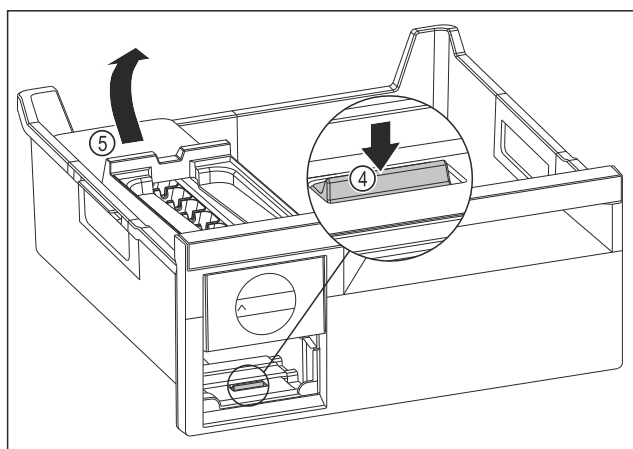

Fig. 106
- EasyTwist-Ice-Korpus entnehmen: Lasche Fig. 106 (4) mit Finger nach unten drücken und gleichzeitig mit der anderen Hand den EasyTwist-Ice-Korpus Fig. 106 (5) von hinten anheben.